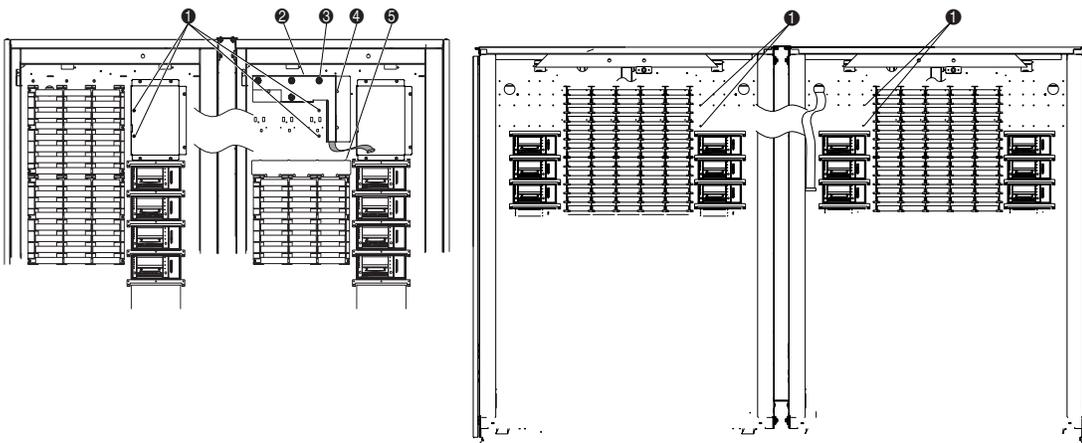

Abbildung 2-8. Library-Befestigungspunkte
5. Befestigen Sie die PTM-Kabelabdeckung bei der ESL9198 Tape Library mit drei Einsteckklammern und vier Schrauben (Teilenr. 0905057) mit Unterlegscheiben (Teilenr. 0685023) an der Fächerwand, um das Kabel und die Kabelöffnung abzudecken. Stellen Sie dabei sicher, dass das PTM-Kabel ordnungsgemäß unter dem erhöhten Profil in der Kabelabdeckung durchgeführt wird (siehe Abbildung 2-8).
6. Befestigen Sie die Abdeckung der Fachöffnungen bei der ESL9198 Tape Library mit sechs Einsteckklammern (siehe Abbildung 2-8).
7. Setzen Sie zwei Schrauben (Teilenr. 0905057) mit Unterlegscheiben (Teilenr. 0685023) an den beiden oberen Befestigungspunkten ein (❶ Abbildung 2-8). Ziehen Sie die Schrauben nicht ganz fest, und lassen Sie zwischen der Unterlegscheibe und der Fächerwand einen Abstand von ca. 6 mm.